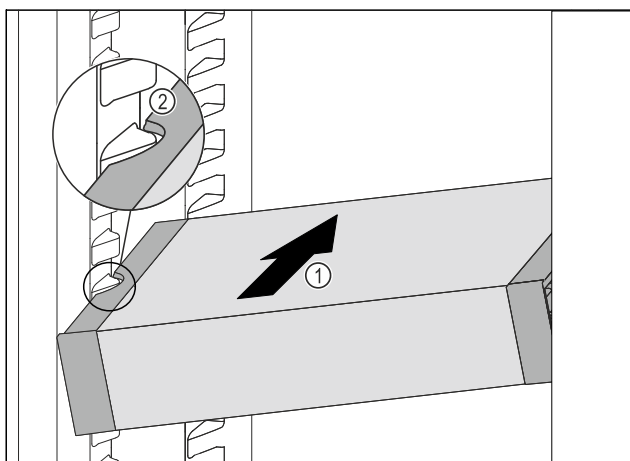

Fig. 151
- ▶ Insérer le VarioSafe en biais dans la partie réfrigérateur *Fig. 151 (1)* jusqu'à ce que les encoches latérales *Fig. 151 (2)* du VarioSafe se trouvent à la hauteur de la nervure du bac dans la partie réfrigérateur.